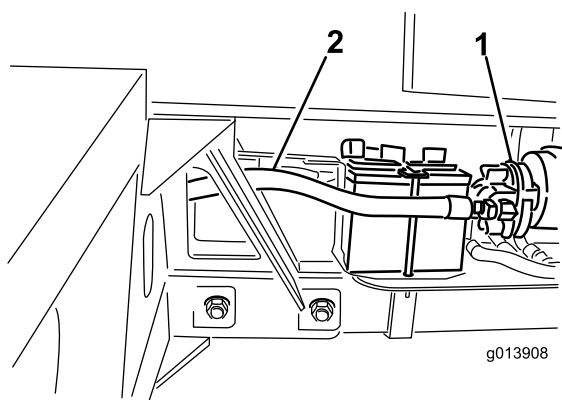

Figura 12
38. Collegate il flessibile idraulico n. 4 al lato di aspirazione della pompa idraulica (Figura 12).